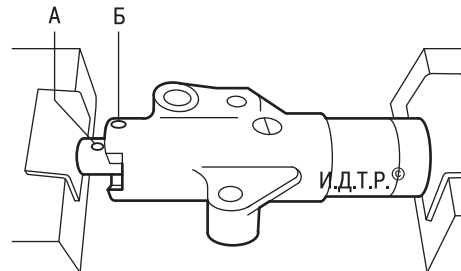

Рис. 5.20. Совмещение отверстий для фиксации штока натяжителя
22. Медленно сжимая натяжитель в тисках с накладками из мягкого материала, утопите шток автоматического натяжителя до совпадения отверстия **А** (рис. 5.20) в штоке с отверстием **Б** в корпусе, после чего вставьте в совмещенные отверстия подходящий штифт или проволоку (достоточно жесткую) диаметром 2 мм.